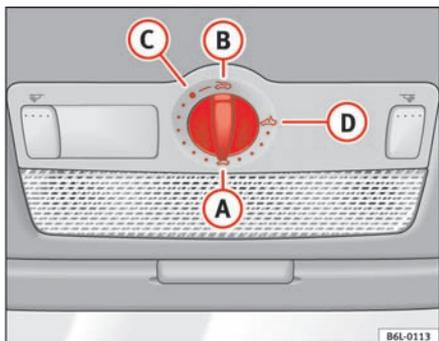

Fig. 53 Detalle del revestimiento interior del techo: mando giratorio del techo corredizo / deflector
- Gire el mando a la posición **A** ⇒ fig. 53 ⇒